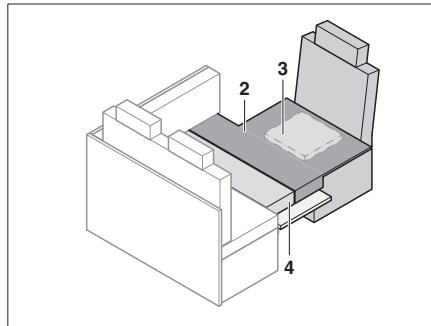

Fig. 167 Después de la transformación
- Colocar el cojín adicional cómo se muestra en Fig. 167.